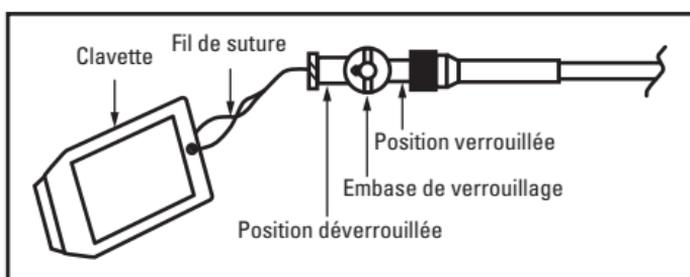

Figure 1. Mécanisme de verrouillage du fil de suture
8. Pour verrouiller le Malécot en place, tirer délicatement sur le fil de suture jusqu'à ce qu'une résistance se fasse sentir. Sans appliquer de tension supplémentaire sur le fil de suture, tourner l'embase de verrouillage de 180° exactement avec la « clavette » ; la flèche doit maintenant pointer sur « Verrouillé ». Ceci permet de verrouiller le Malécot en place tout en laissant l'embase de verrouillage ouverte pour le drainage. Voir la Figure 1.